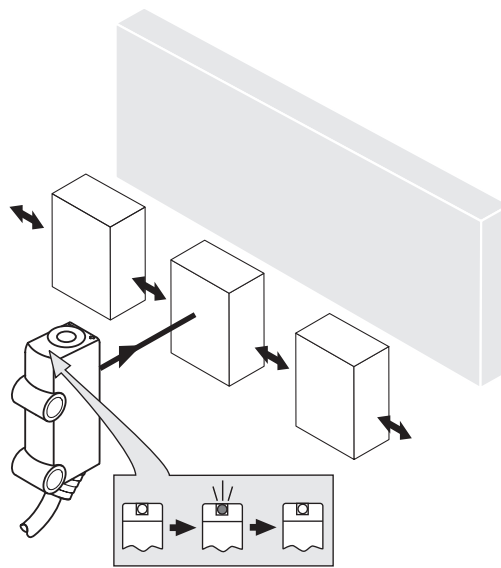

Figura 31: Direzione preferenziale
4. Rispettare la direzione preferenziale dell'oggetto in relazione al sensore. v. figura 31, pagina 90